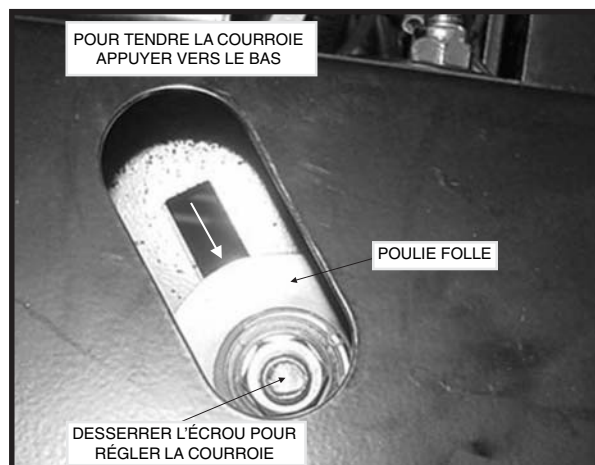

Fig. 63
2. Desserrer la poulie comme indiqué dans la figure 63.